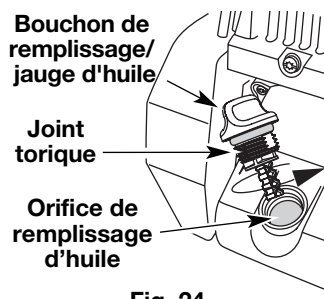

Fig. 24
6. Si le niveau est trop bas, ajoutez un peu d'huile par l'orifice et revérifiez (Fig. 24). Continuez jusqu'à ce que le niveau d'huile atteigne le haut de la jauge.